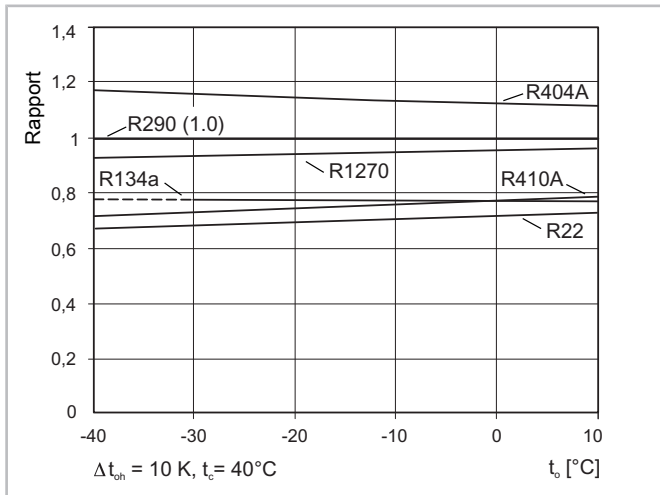

Fig. 6: Débit de liquide de différents fluides frigorigènes par rapport à R290 avec une puissance frigorigène identique
- Dimensionnement de la conduite de liquide identique à celui pour R22 (flux volumétrique de liquide plus élevée, mais perte de pression plus faible due à une densité plus basse), voir figure 6, page 36.